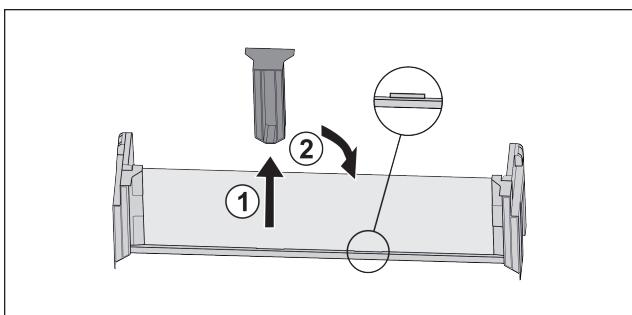

Fig. 54
► Stáhněte prostřední přídružný díl Fig. 54 (1).
► Vložte prostřední přídružný díl do druhé polohy Fig. 54 (2).